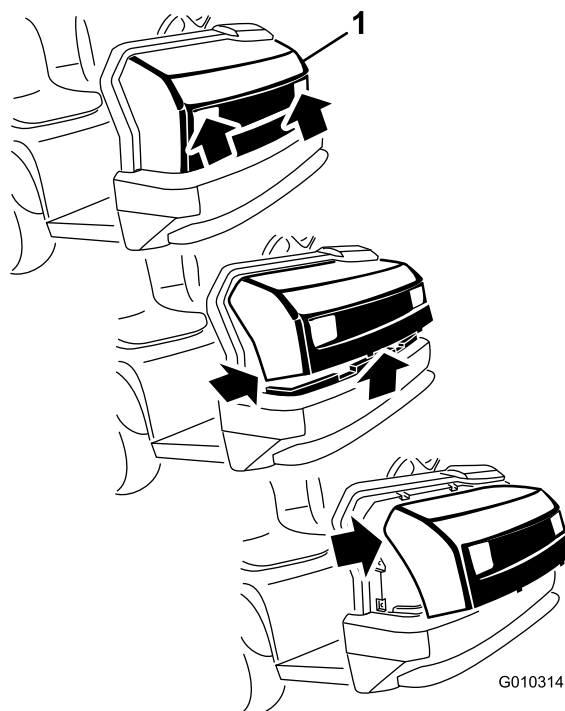

Figura 1
1. Afferrate il cofano dalle aperture dei fari, sollevatelo per sganciare le linguette di montaggio inferiori dalle fessure del paraurti (Figura 1).
2. Ruotate verso l'alto la parte inferiore del cofano in modo da estrarre le linguette di montaggio superiori dalle fessure del telaio (Figura 1).
3. Ruotate in avanti la parte superiore del cofano e staccate i connettori a filo dai fari (Figura 1).